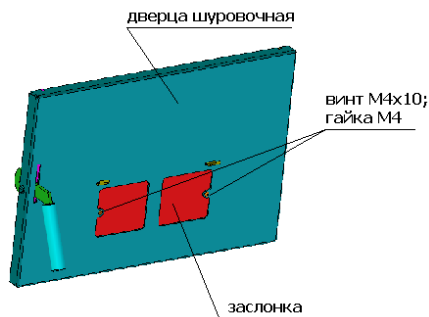

Рис.29 Крепление заслонки (крышка не показана)
7.1.3 На шуровочной дверце 1 (**рис.2**) снять кронштейн 4 (**рис.9**). Из комплекта горелки КОРИ 4/25 или КОРИ 12/50 (табл.2) на шуровочную дверцу с внутренней стороны (**рис.29**) крепить заслонку (изоляция на дверцу).